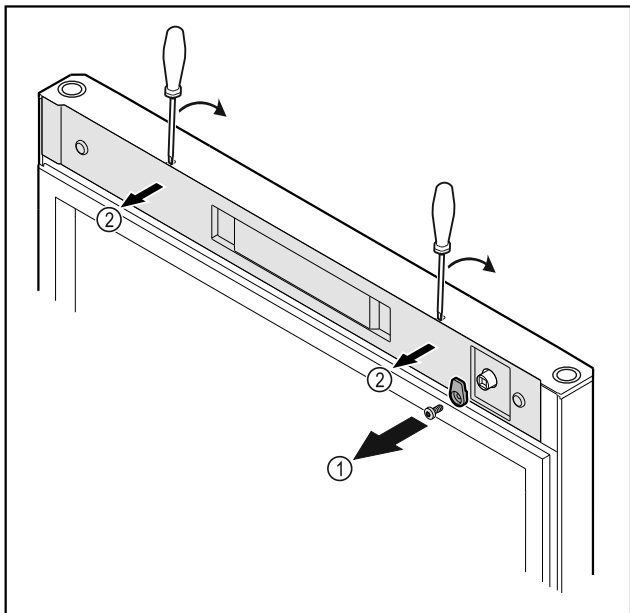

Fig. 18
- Skru låsekroen Fig. 18 (1) af.
- Klik afdækningen Fig. 18 (2) ud med en lille skruetrækker, og tag den af.